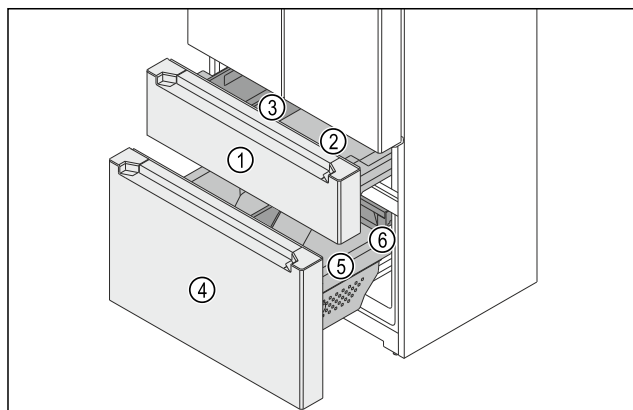

Fig. 149 Chariots à glissière du congélateur
Le congélateur se compose de deux chariots à glissière. Le chariot à glissière supérieur Fig. 149 (1) comprend un bac Fig. 149 (2) et une FlexBox Fig. 149 (3). Le chariot à glissière inférieur Fig. 149 (4) comprend un bac Fig. 149 (5) et un tiroir Fig. 149 (6). Vous pouvez retirer la FlexBox et le bac dans le chariot à glissière supérieure pour le nettoyage.